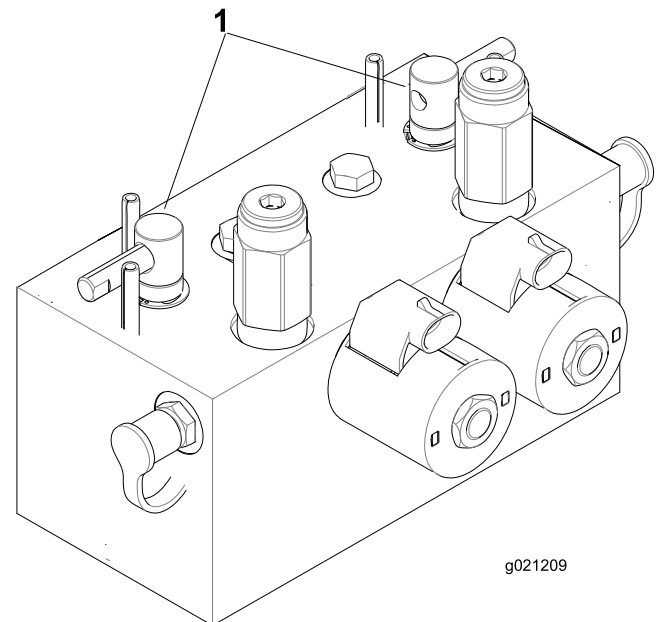

Bild 77
2. Entriegeln und klappen Sie den Sitz hoch, um die Läpphebel frei zu legen (Bild 77).
5. Wählen Sie entweder den vorderen, hinteren oder beide Läpphebel aus, um festzulegen, welche Geräte geläppt werden (Bild 77).